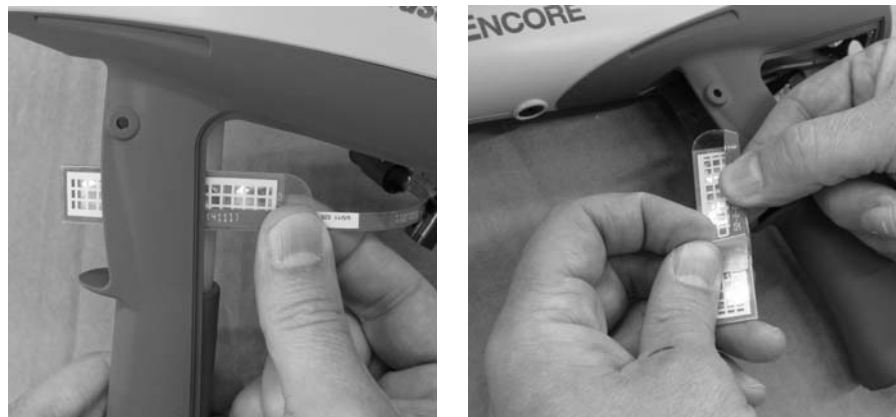

Figura 6-10 Installazione dell'interruttore del grilletto – Punti 1 e 2
1. Vedi figura 6-10. Orientare il nuovo interruttore con la griglia che guarda lontano dal tubo d'ingresso, poi far avanzare con cautela l'estremità quadrata inferiore dell'interruttore attorno al lato sinistro del tubo d'ingresso e attraverso la scanalatura nel recesso del grilletto.